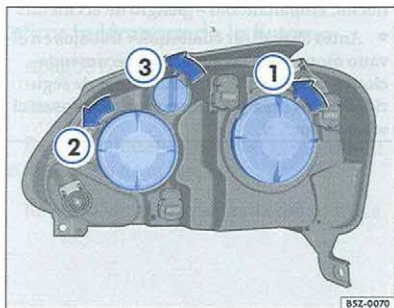

Fig. 151 Vista general de las lámparas
⇒ página 202, fig. 151 ① en el sentido anti-horario para removerla.